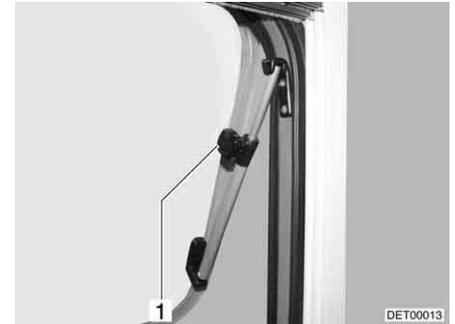

Fig. 46 Finestra apribile con deflettori a rotazione, aperta
- Aprire la finestra apribile fino alla posizione desiderata e fissarla mediante il pomello zigrinato (Fig. 46,1).
- Ruotare il pomello zigrinato (Fig. 46,1) fino a che l'arresto viene sbloccato.